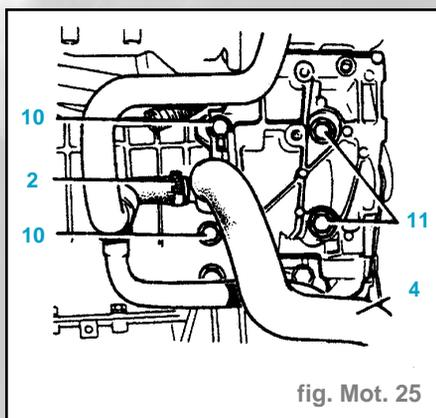

fig. Mot. 25
- Placer un joint torique (9) neuf sur le carter-cylindres.
- Serrer les vis (10) à 3 daN.m (fig. Mot. 25).
- Serrer les vis (11) à 6,5 daN.m (fig. Mot. 25).